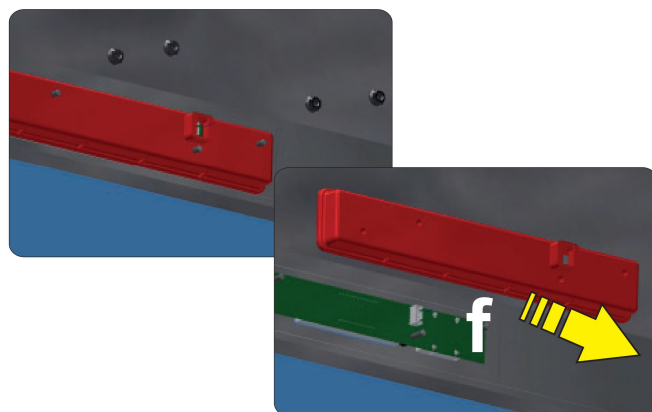

Fig. 15
- Enlever la boîte de protection en plastique (position **f** - voir **Fig. 15**).